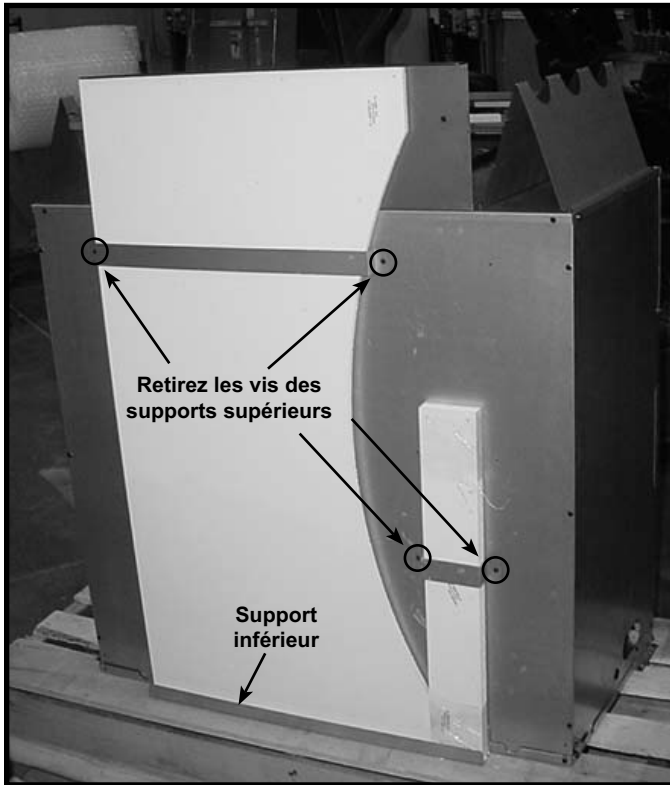

Figure 7.1 Bloc matériau de parement non combustible
Le bloc non combustible est situé au dos de l'appareil (see Figure 7.1).
- Retirez et gardez deux vis des deux supports supérieurs (voir la Figure 7.1).
- Retirez et gardez trois vis du support inférieur (voir la Figure 7.1).